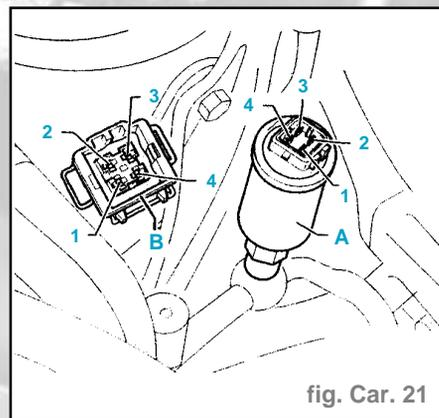

fig. Car. 21
- Le manoccontact basse pression/haute pression (contacteur entre les contacts 1 et 2) met le compresseur hors circuit en cas de dépression ou de surpression dans le circuit de frigorigène (par l'intermédiaire de l'unité de commande et d'affichage - E87) (fig. Car. 21).
- de **1,2 (2,4) bar à 32 (24) bar**.